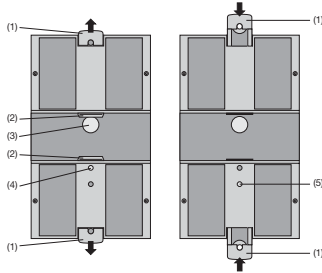

Fig. 5. Fond de l'appareil.
Tirer en dehors les languettes de fixation (1) en enfonçant en même temps le bouton de verrouillage (4) (voir Fig. 5 à gauche). Pour rentrer si nécessaire les languettes de fixation, il faut enfoncer le bouton de verrouillage (5) et en même temps glisser les languettes de fixation (1) dans la base du boîtier (voir Fig. 5 à droite).